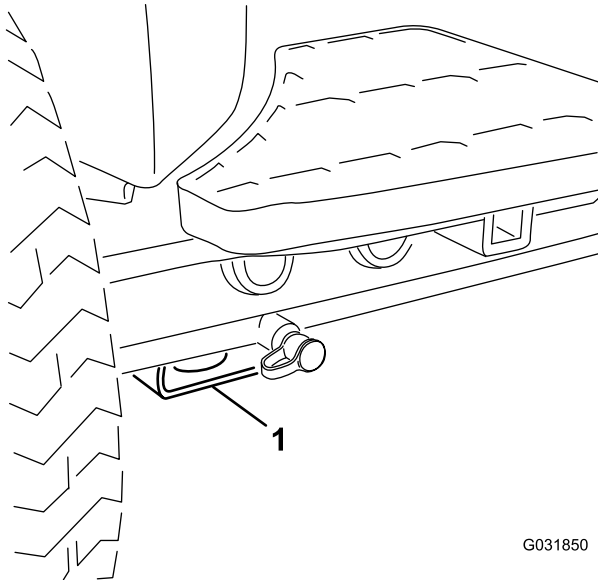

Figure 26
- **Avant de la machine** – patin rectangulaire, sous le tube d'essieu, à l'intérieur de chaque roue avant (Figure 26).